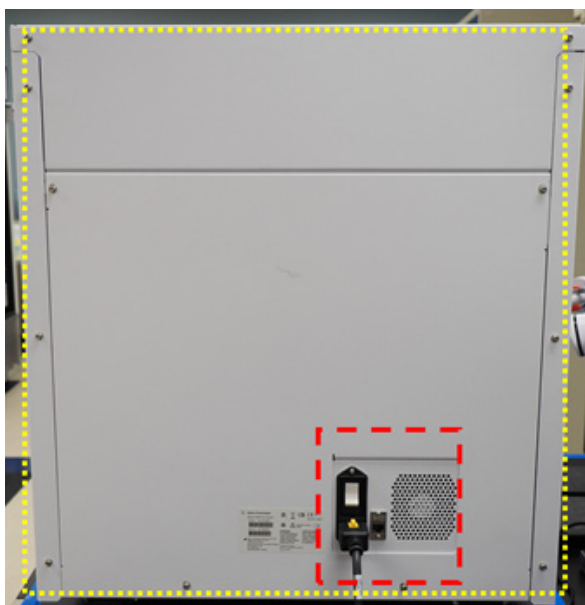

Figura 30 Superfici esterne della parte posteriore dello strumento da pulire
- d Esterno dello strumento, superficie posteriore:** verificare che il cavo di alimentazione sia scollegato dalla presa elettrica. Con una salvietta da laboratorio inumidita con alcol isopropilico al 70%, pulire la superficie posteriore dello strumento, delineata in giallo nella Figura 30. L'area delineata in rosso richiede particolare attenzione in quanto comprende il pulsante di accensione posteriore.